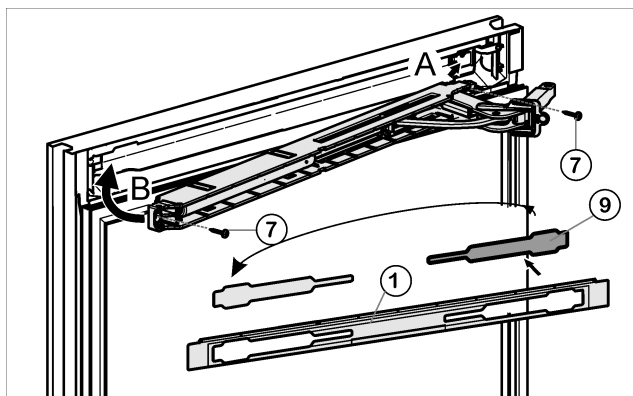

Fig. 15
- Kryt Fig. 15 (9) uvolněte z krytky Fig. 15 (1) a nasadte zase na druhé straně.
- Horní jednotku tlumiče zavírání zahákněte kloubem na straně stěžeje (A) a zaklopte ji dovnitř (B).
- Jednotku tlumiče zavírání pevně přišroubujte (2krát Torx® 15) Fig. 15 (7).